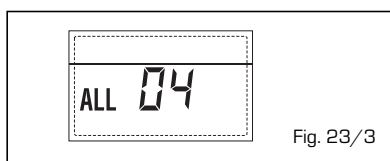

Fig. 23/3
**- ANOMALIA SONDA MANDATA RISCALDAMENTO "ALL 05" (fig. 23/4)**